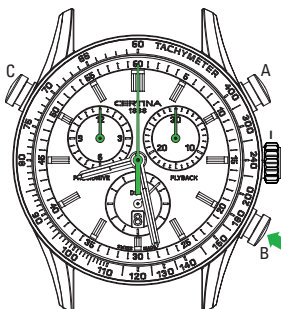

Abb. 17
**B** Nullstellen der Zähler (gemäß Abb. 17)